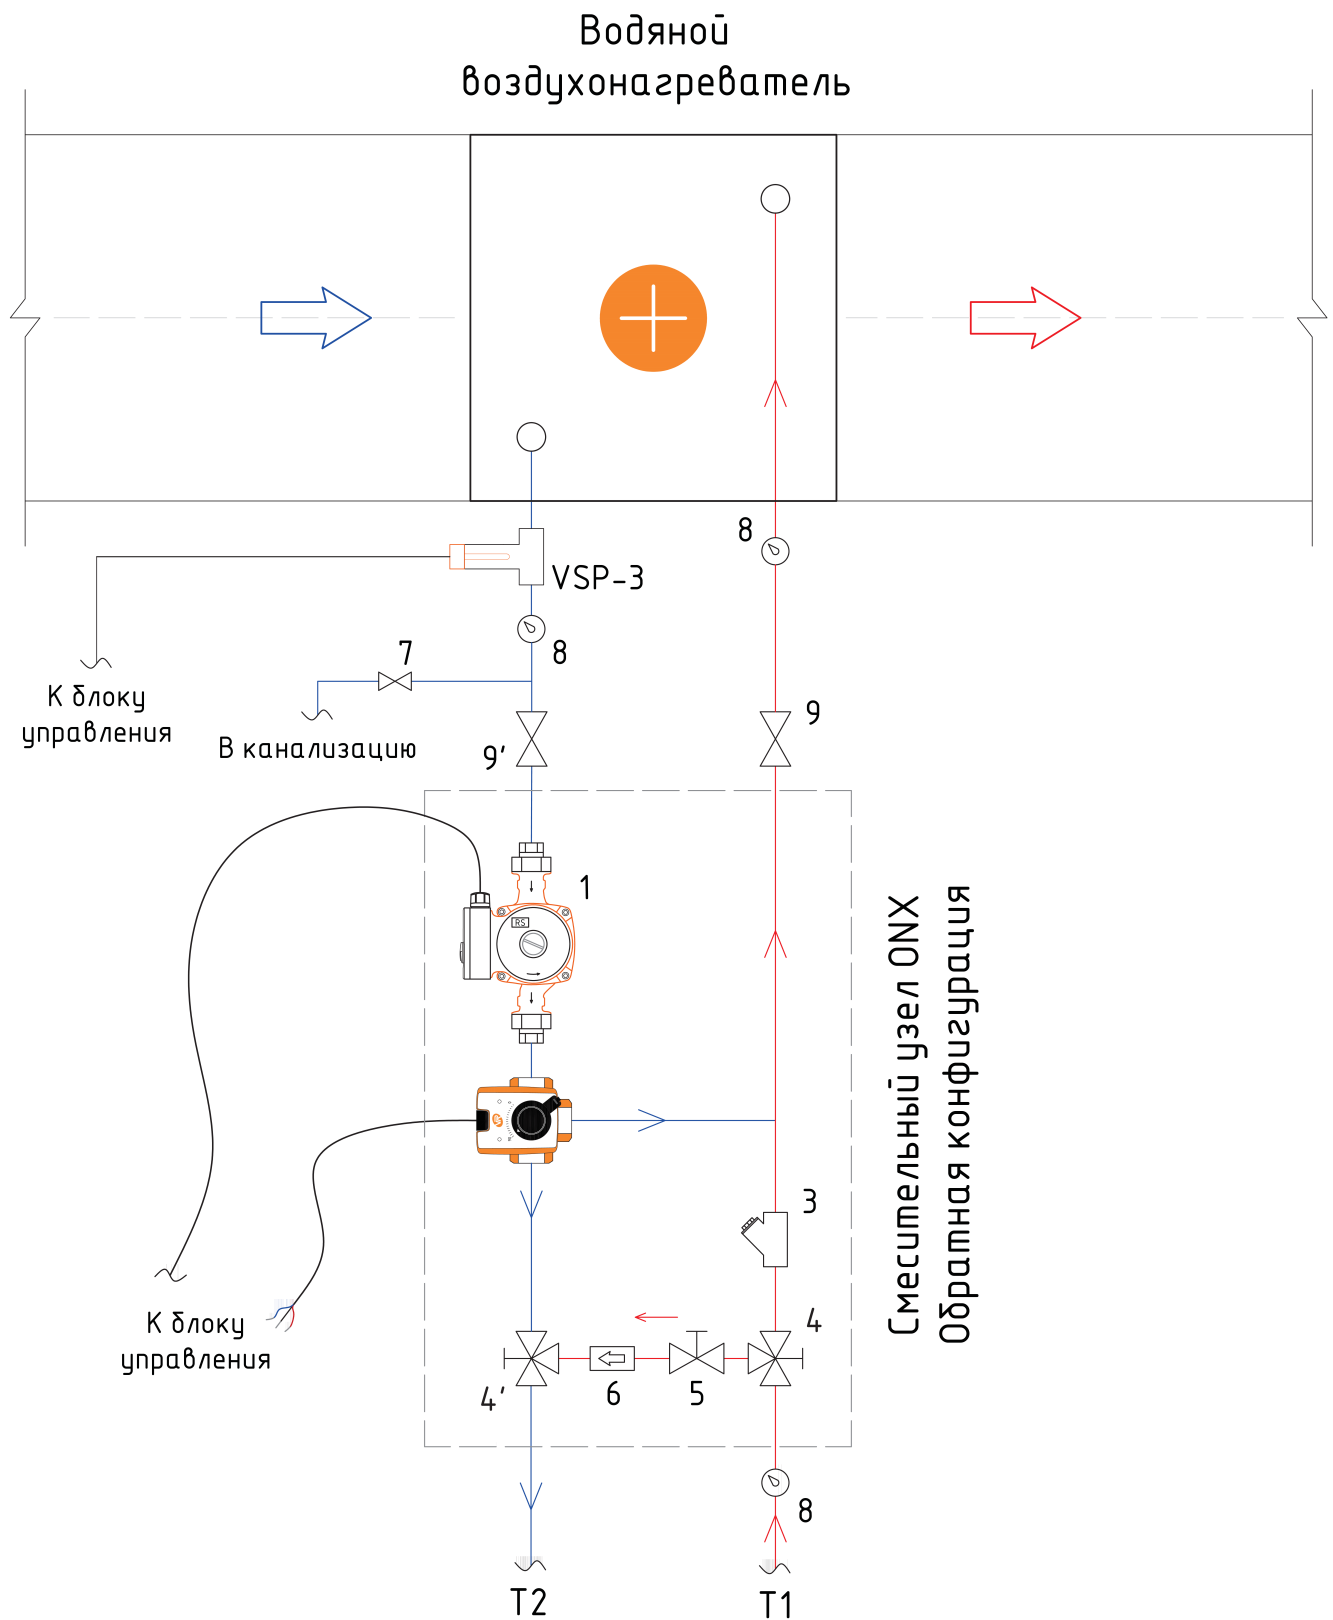
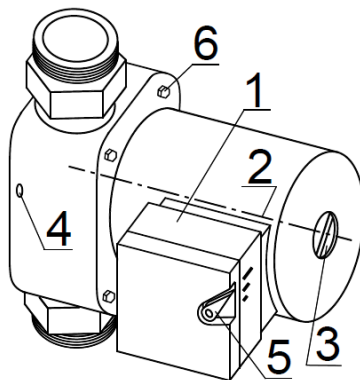

Рисунок 5.2 – Гидравлическая схема смесительного узла ONX обратной конфигурации
Рисунок 5.4 – Правильное положение насоса
Узел устанавливается так, чтобы вал мотора насоса (рисунок 5.4, поз.2) находился в горизонтальной плоскости.
Коробка электроподключения насоса (рисунок 5.4, поз. 2) не должна располагаться в нижнем положении. Для изменения её положения допускается перевернуть переднюю часть корпуса относительно задней, вывернув 4 винта его крепления (рисунок. 5.2, поз.6).
В случае изоляции (термоизоляции) корпуса насоса отверстия слива конденсата (рисунок 5.2, поз.4) должны быть открыты.
Кабель заводится в коробку электроподключения (рисунок 5.4, поз.1) через зажимной сальник и подключается к клеммам внутри неё. Кабель должен быть надежно закреплен на несущих конструкциях.
- заполнить систему и насос теплоносителем, вытеснив весь воздух (при необходимости удалить резьбовую заглушку в насосе (рисунок 5.4, поз.3)) и проверить легкость вращения вала отверткой от руки.
- попробовать переключить насос на более низкую скорость вращения (рисунок 5.4, поз.5).
При необходимости, можно производить изменение частоты вращения электродвигателя насоса переключателем (рисунок 5.4, поз.5) без его выключения.
5.3.5. Слив теплоносителя из корпуса насоса при консервации гидросистемы осуществляется через специальное отверстие (рисунок 5.4, поз.4) или, если его нет, путём снятия верхней части корпуса насоса при удалении 4-х винтов его крепления (рисунок 5.4, поз.6).